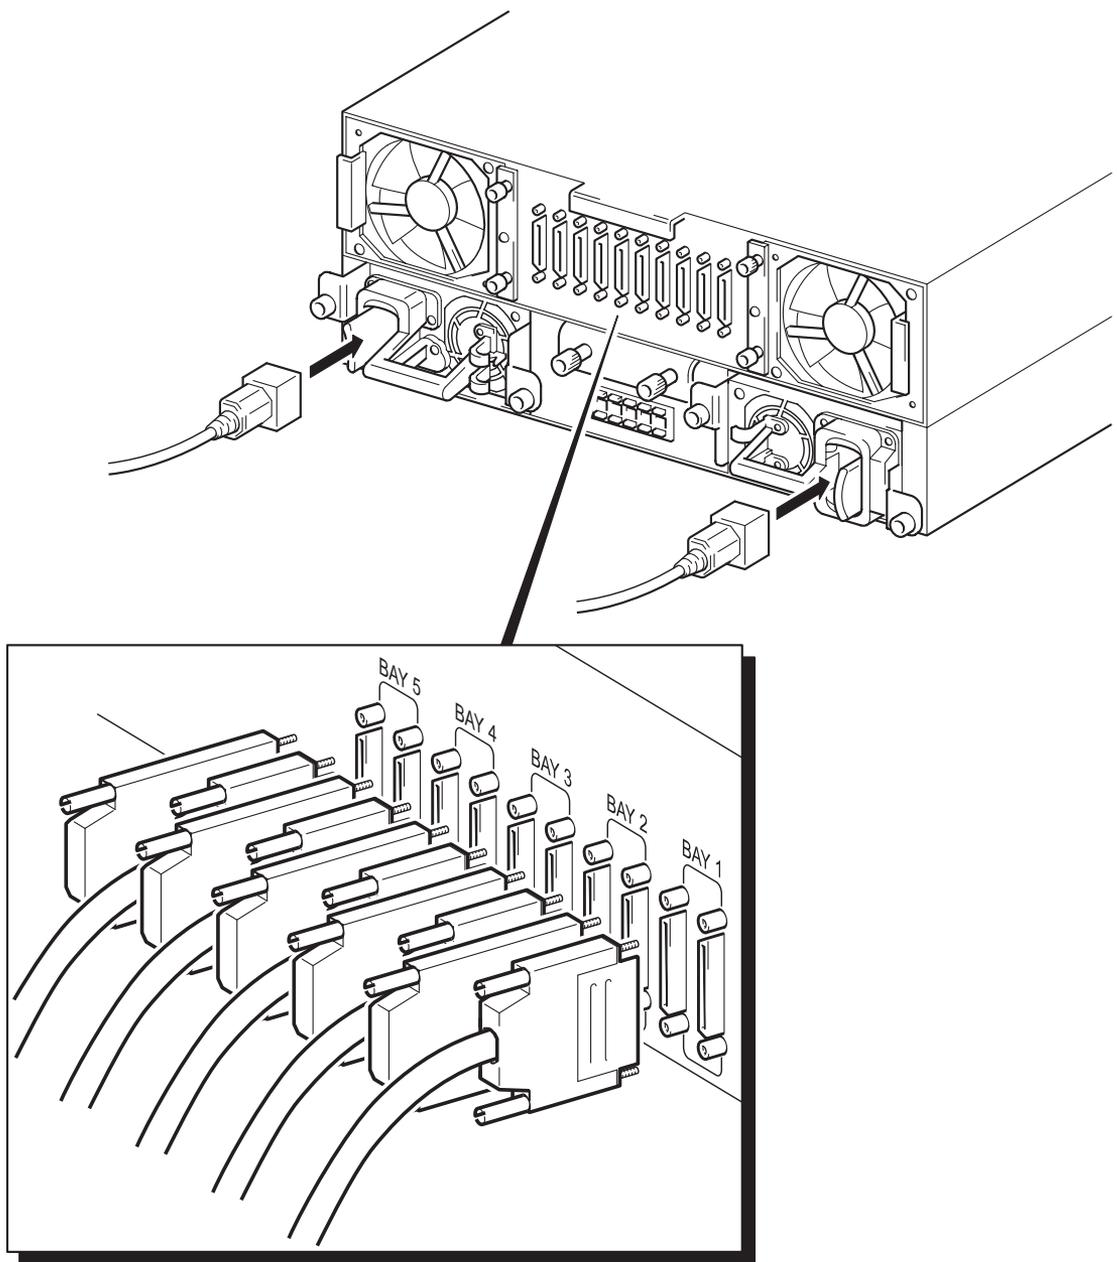

Figure 7 : Connexions d'alimentation, SCSI et de terminaison
- 2 Il existe deux connecteurs SCSI sur le panneau arrière de chaque baie destinée aux lecteurs de bandes (baies 1 à 5). La configuration standard est une connexion SCSI directe un à un entre un module de lecteur et un serveur hôte, comme le montre la Figure 7.